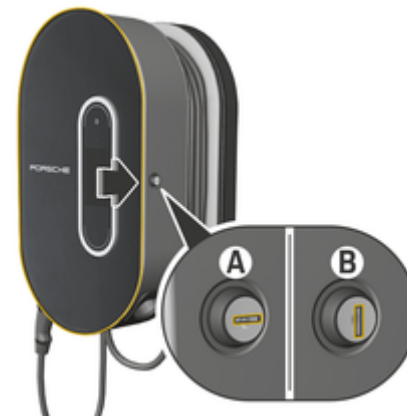

Рис. 116: Зарядная док-станция
- ▶ Поверните замок в положение **A** (Рис. 116).
- ▶ Поверните замок в положение **B** (Рис. 116).